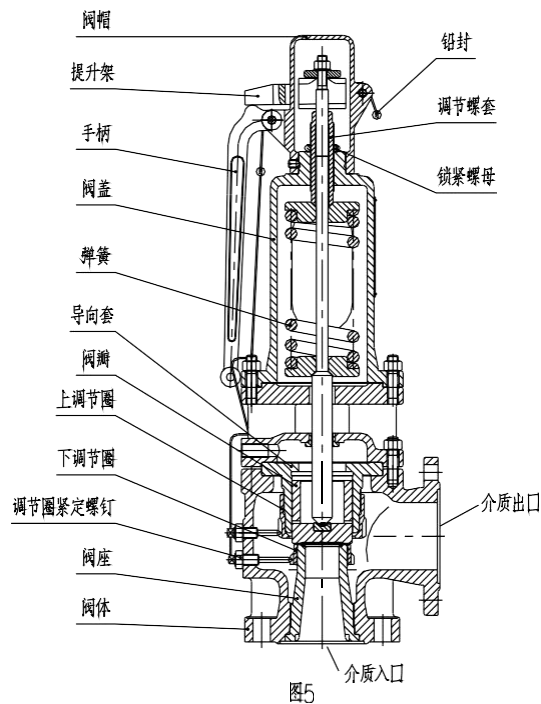
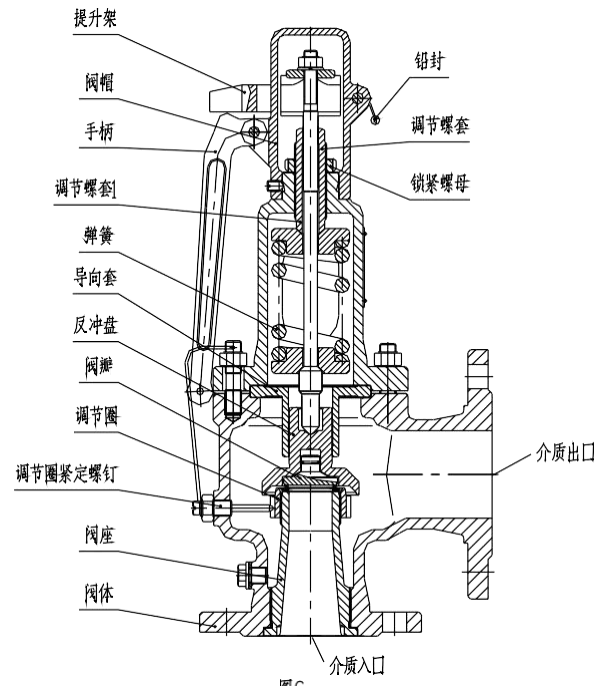

图5
图6
本单位所提供安全阀，按标准规定在常温下进行出厂试验，而安全阀实际工况和 常温整定调压存在温差，故而造成常温定压和实际工况两者之间整定压力（开启压力）的偏差。为此对具有较大温差的安全阀必须进行热态调压。其调整的内容一般分整定压力（开启压力）的调整和排放与回座压力的调整。下面以我单位的两种产品（见图 5，图 6）为例作详细描述。
1) 对开启压力已调整好的安全阀，若排放压力或回座压力不符合要求，则可利用改变调节圈的位置来调整，安全阀结构有单调节圈和双调节圈之分（见图 5，图 6）。调整步骤是先打开下铅封，拧松调节圈紧定螺钉，然后用细铁棒之类工具，从螺孔中伸进便可拨动调节圈齿轮。若安全阀出口无连接管也可直接从出口处伸入细铁棒进行调整。为了安全起见在调整前，应使阀进口压力适当降低